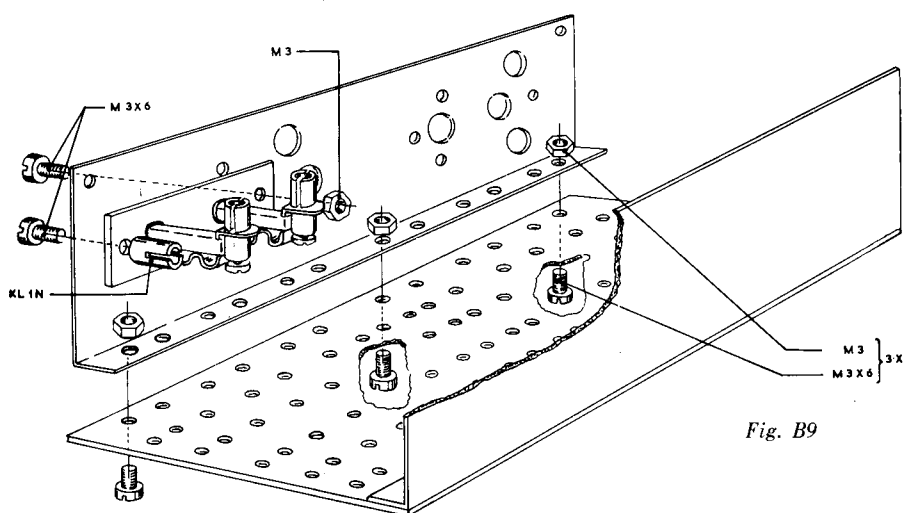

Fig. B9
6. Nu gaan we deze stekerbuisplaat vastzetten aan de **tweede metalen montageplaat**. In figuur B9 is aangegeven, hoe de stekerbuisplaat moet komen te zitten: de koppen van de boutjes, waarmee je zojuist de draadklemmen hebt vastgezet, moeten naar de omgebogen rand van de montageplaat wijzen. Eén zijde wordt vastgezet met een kort boutje en een bijbehorend moertje, aan de andere zijde komt een klem met één gleuf (KL 1 N) met een kort boutje.
7. De tweede metalen montageplaat kan nu worden vastgezet aan de bruine isolatieplaat. Gebruik hiervoor de laatste drie korte boutjes met moertjes (figuur B9).